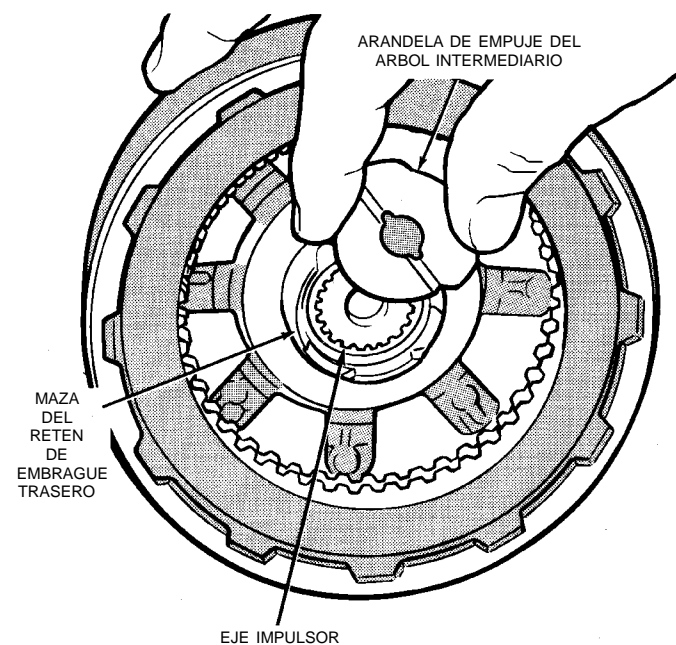

Fig. 130 Instalación de la arandela de empuje del eje intermediario
(14) Recubra la arandela de empuje del eje intermediario con vaselina. Luego instale la arandela en la maza del embrague trasero (Fig. 130). Utilice suficiente vaselina como para mantener la arandela en su lugar. **Asegúrese de que el lado con acanaladuras de la arandela mire hacia atrás (hacia el eje transmisor) como se indica. También observe que la arandela sólo encaja de una manera en la maza de embrague.** Observe el espesor de esta arandela. Es una pieza de ajuste